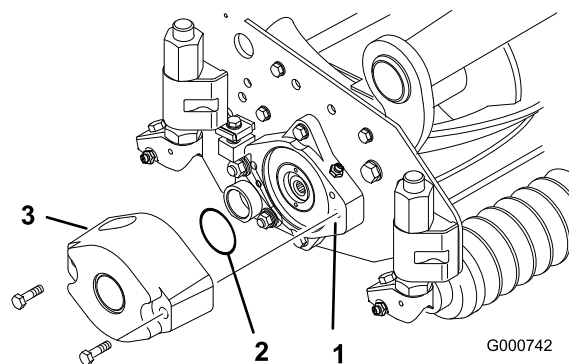
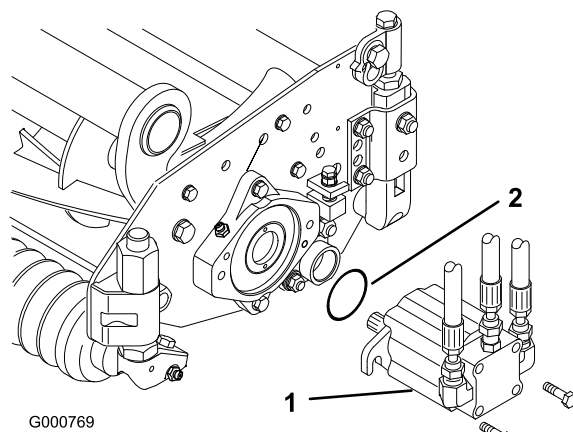

図 4
図 7
3. 大きなリングにグリスを塗り、カッティングユニット両側のベアリングハウジングの溝にそれぞれ取り付ける 図4と図7。
4. 付属のキャップスクリューを使って、各カッティングユニットにカウンタウェイトを取り付ける 図4。
13. リールモータを各カッティングユニットに装着し 付属のキャップスクリュ本で固定する【図 7】。